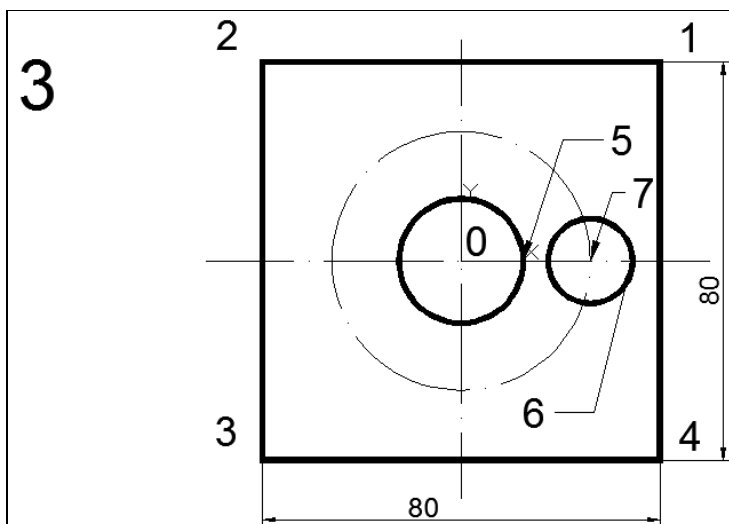

Рис. 29. Построение плоской фигуры
Построение плоской фигуры. Увеличьте третью четверть вашего чертежа и продолжите выполнение работы. Требуется построить пластину с отверстиями и нанести на нее размеры (рис. 29).
3) Для удобства построения самой плоской фигуры перенесем начало координат в точку пересечения штрихпунктирных линий. Выполняется это командой **Пользовательская система координат ПСК (UCS)**, которая позволяет задать не только начало новой системы координат, но и положение новых осей **X** и **Y**, что может дать новую плоскость построения. Т.е. из **Мировой системы координат МСК (WCS)**, где ранее выполнялся чертеж, и начало координат, которой находится в нижнем левом углу чертежа, необходимо перейти в точку пересечения ранее построенных отрезков (рис. 29).
5) Строим две окружности диаметрами **17** и **25 мм** используя команду **Полилиния** (**_pline**), опцию «Дуга (Arc)», при этом ширина полилинии должна быть выставлена в **0.8 мм**. Для окружности диаметром **25 мм** за начальную точку принимаем точку 5 (рис. 29) с координатами **X=12.5, Y=0**, а для окружности диаметром **17 мм** началом построения является точка 6 с координатами **X=34.5, Y=0**.
- **Центр (Center)** - введите цент построения дуг как **0,0** (Для второй окружности центром построения будет точка 7 (рис. 29), являющаяся точкой пересечения осевых линий);